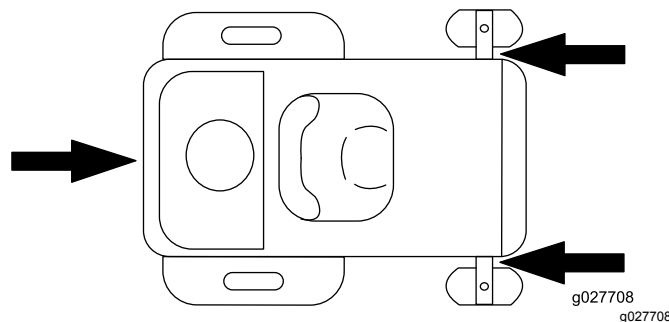

Figura 39
6. Prenda a máquina perto das rodas giratórias frontais e pára-choques traseiro com correias, correntes, cabos ou cordas (Figura 39). Consulte as diretrizes locais relativas a requisitos de dispositivos de fixação.